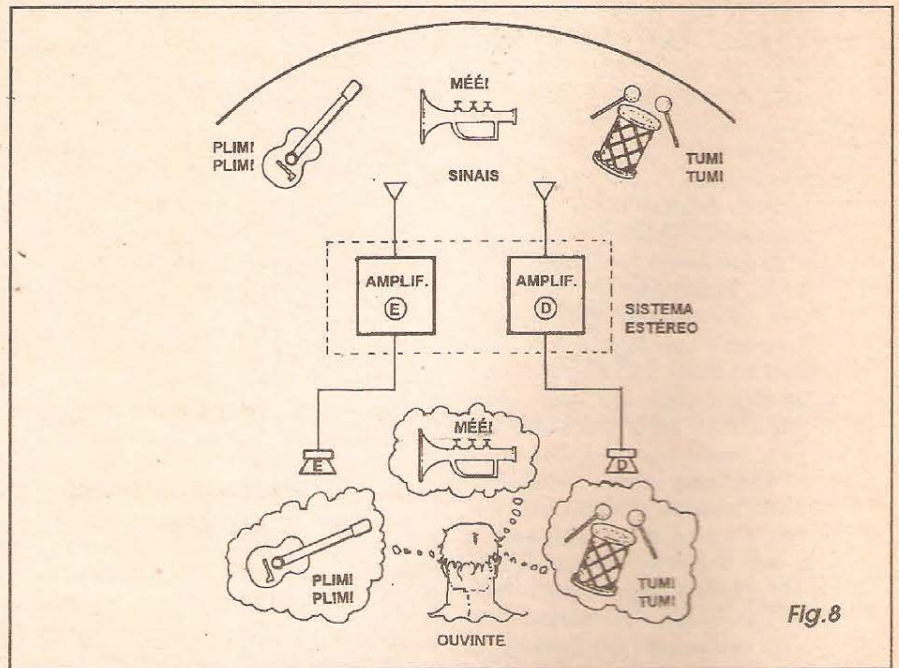

Fig.8
- **FIG. 8 - A ESTEREOFONIA** - Quando, muito tempo atrás, o *casamento* entre o **SOM** e a **ELETRÔNICA** ainda estava na sua *lua de mel*, tanto nas gravações mecânicas quanto nas magnéticas (já estudadas em seus aspectos básicos, no início da presente *lição*...), usava-se **apenas um canal**, ou seja: mesmo que na captação do *evento sonoro* fossem usados - por vezes - vários microfones ou transdutores (de modo a *pegar* bem os sons dos diversos instrumentos de uma orquestra ou banda - por exemplo ...), na reprodução havia uma *única fonte sonora* (seja *um só* alto-falante ou *diversos deles*, porém rigorosamente recebendo o *mesmo* sinal ou *canal*...). Dessa maneira, nossos ouvidos (que, como a maioria de vocês já deve ter percebido, *são dois*, sabiamente posicio-